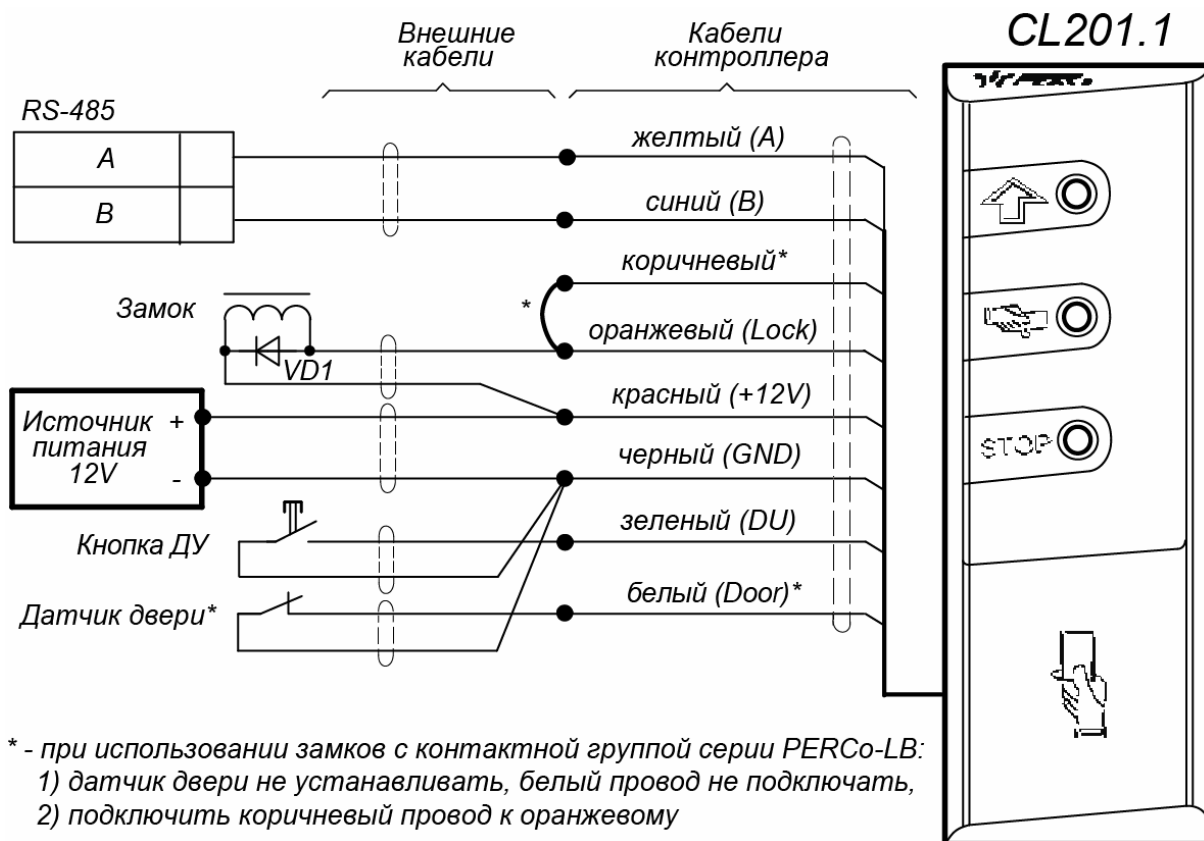

Рисунок 5. Схема подключений контроллера
Если подключаемый замок не имеет встроенной цепи искрозащиты, то необходимо установить двунаправленный супрессор (VD1 на рис. 5) на напряжение 15 – 18 В из комплекта поставки. Супрессор устанавливается в непосредственной близости от замка.
15. Подключите кабели к контроллеру согласно схеме на рис. 5.